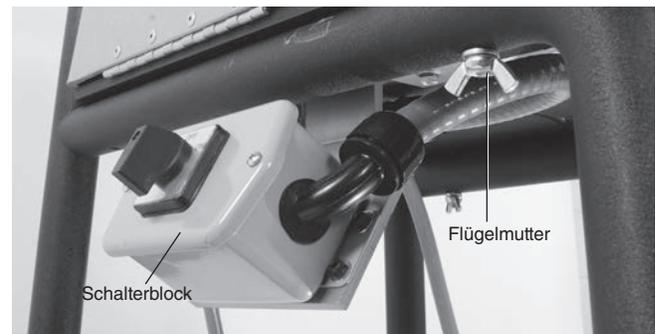

Abbildung 5 – Montage des Rollnutgeräts am Dreibein-Untergestell
4. Befestigen Sie das Rollnutgerät mit der Grundplatte mit 4 (vier) Sechskantschrauben $\frac{3}{8}$ Zoll – 16 x 2 $\frac{1}{2}$ Zoll, Unterlegscheiben und Flügelmutter am Dreibein-Untergestell (*Abbildung 5*). Setzen Sie den Schalterblock vorsichtig unter dem Holm an. Zum Ausrichten der Grundplatte müssen unter Umständen die Beine verschoben werden.